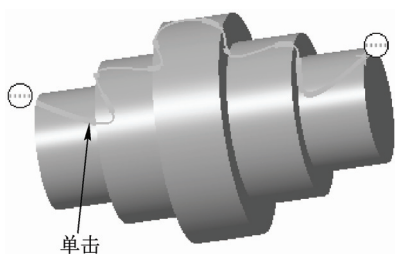

图 5-40 单击鼠标左键
STEP 03 打开“曲线：通过点”选项卡，在绘图区中相应的点上依次单击鼠标左键，如图5-40所示。